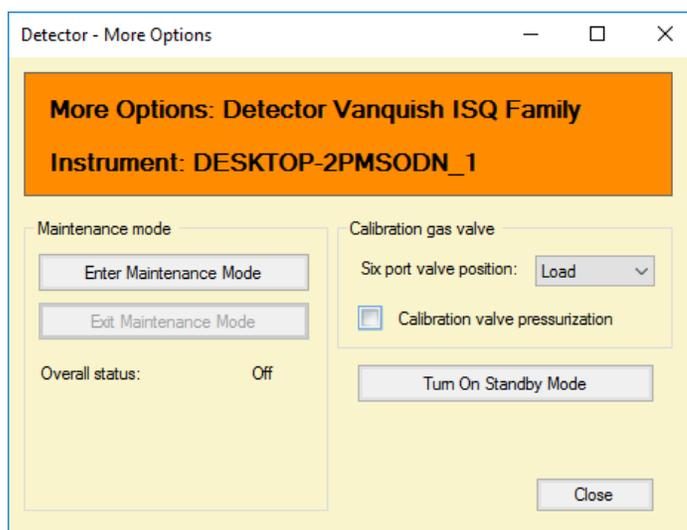

Abbildung 58: Deaktivieren der Option „Calibration Valve Pressurization“.
- 5) Deaktivieren Sie die Option **Calibration Valve Pressurization** (Druckbeaufschlagung Kalibrierungsventil). Siehe Abbildung 58.